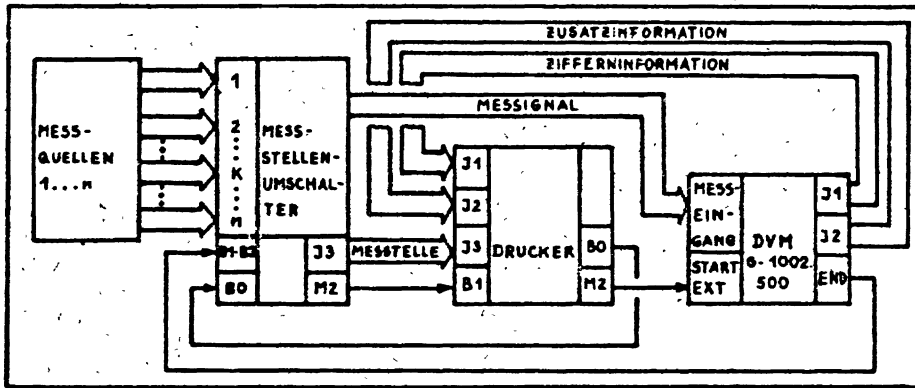

Bild 9: Verkettung mit Drucker und Meßstellenumschalter
- Auf Grund einer filterbedingten Einschwingzeit von  $\tau \leq 3$  s (bei niederohmigen Quellwiderständen) muß das Meßsignal mindestens 3 s vor Meßbeginn am Meßeingang des DVM anliegen. Diese Zeit ist über die Pausenzeiteinstellung am Drucker zu realisieren. In der Verkettung nach Bild 9 liegt aus diesem Grunde das DVM in der Meßkette hinter dem Drucker.
- Es ist zu beachten, daß bei einer Verkettung mit Meßstellenumschalter und Drucker nach Bild 9 auf dem Ausdruck neben der k-ten Meßstelle das Meßergebnis der k-1-ten Meßstelle erscheint.